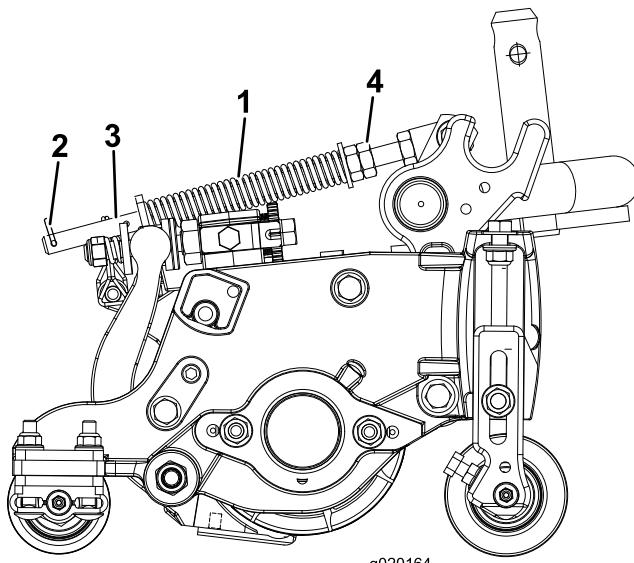

Figure 11
2. Serrez les écrous hexagonaux à l'extrémité avant de la tige de ressort jusqu'à ce que la longueur du ressort comprimé soit égale à 12,7 cm (Figure 11).
Le ressort de compensation (Figure 11) transfère aussi le poids du rouleau avant au rouleau arrière. (Cela évite la formation d'ondulations à la surface de la pelouse.)
1. Vérifiez que la goupille fendue est insérée dans le trou de la tige de ressort (Figure 11).